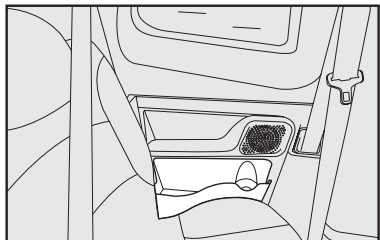

fig. 138
- sede para alto-falantes na lateral traseira da Strada Adventure Cabine Dupla **fig. 138**;